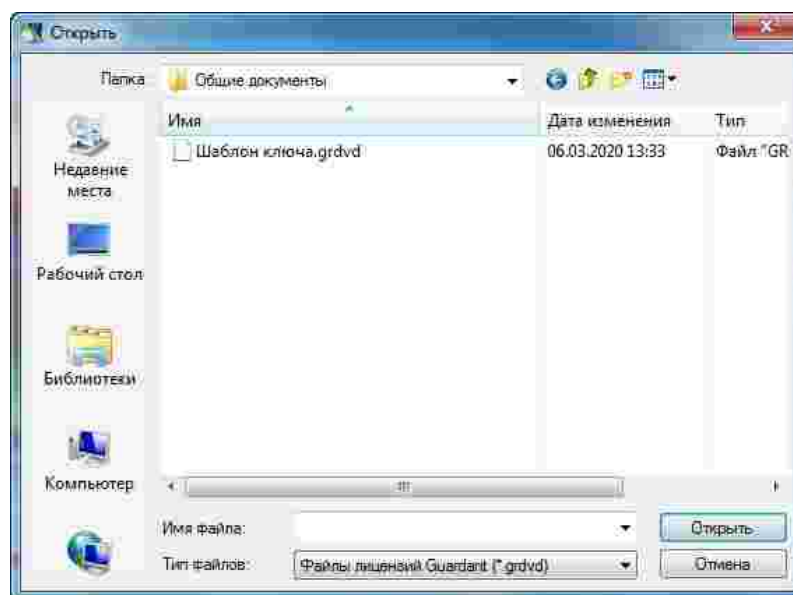

Рис. 21 Выбор файла лицензии
- В открывшемся окне проводника выберите тип файлов «Файлы лицензий Guardant *.grdvd» и укажите путь к файлу вида «*.grdvd», который был включен в комплект поставки, см. Рис. 21. Затем нажмите кнопку «Открыть».